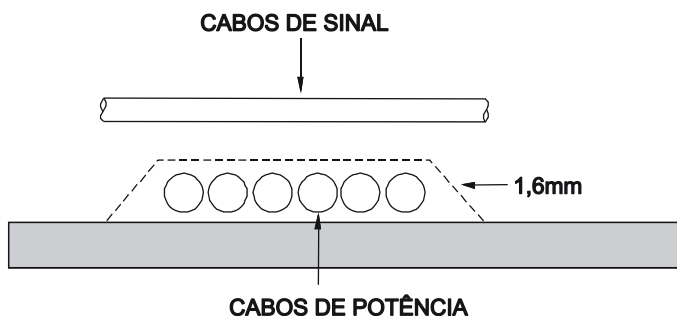

Figura 9.10 - Arranjo dos Cabos Não Blindados na Bandeja
- 3) Cruze os cabos de potência e de sinal como ilustrado na figura 9.10.
Ao utilizar cabos não blindados é recomendado usar uma chapa de ferro de, no mínimo, 1,6mm de espessura entre os cabos de sinal e de potência, como indicado na figura 9.10.